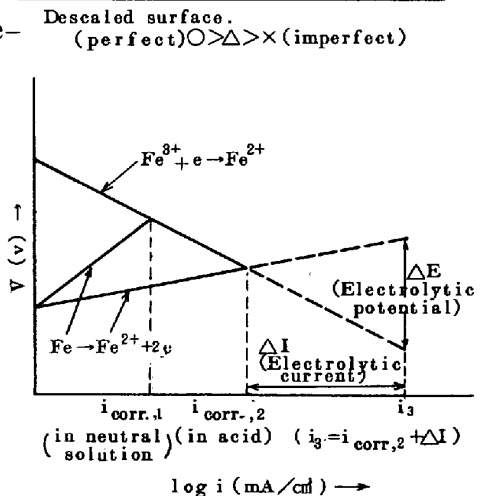

Fig. 1. Electrochemical explanation of electrolytic descaling in acidic solution
3) 各種脱スケール法における脱スケール時間と所要電気を Table 3 に示す。酸性電解 (200 mA/cm2, 3秒電解) で最も効率良く脱スケールが出来る。酸性電解脱スケールにおいては、酸性液中の自然腐食と電解電流により脱スケール性能が大巾にアップする (Fig. 1)。